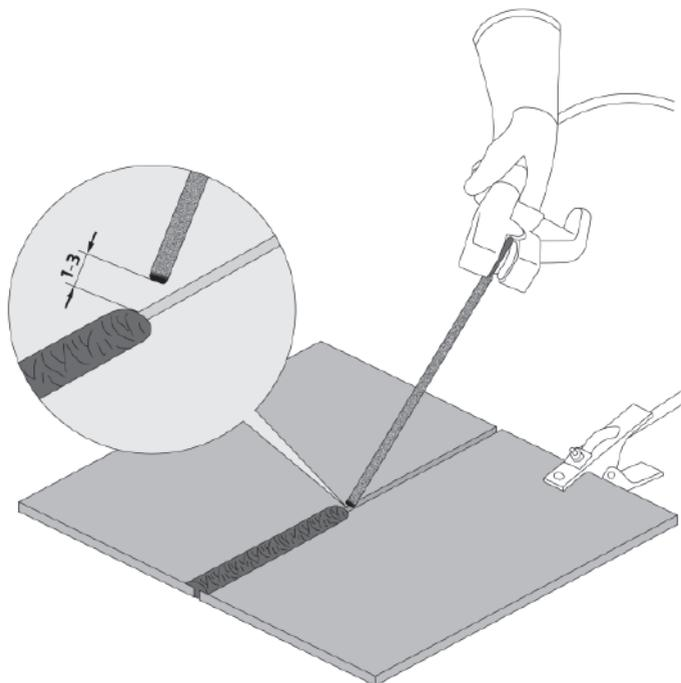

Рис. 9.3.1. Перед началом работы.
4. Начинайте сварочный процесс (см. рис. 9.3.1).
Перед началом работы не забудьте проверить следующее (см. рис. 9.3.1):